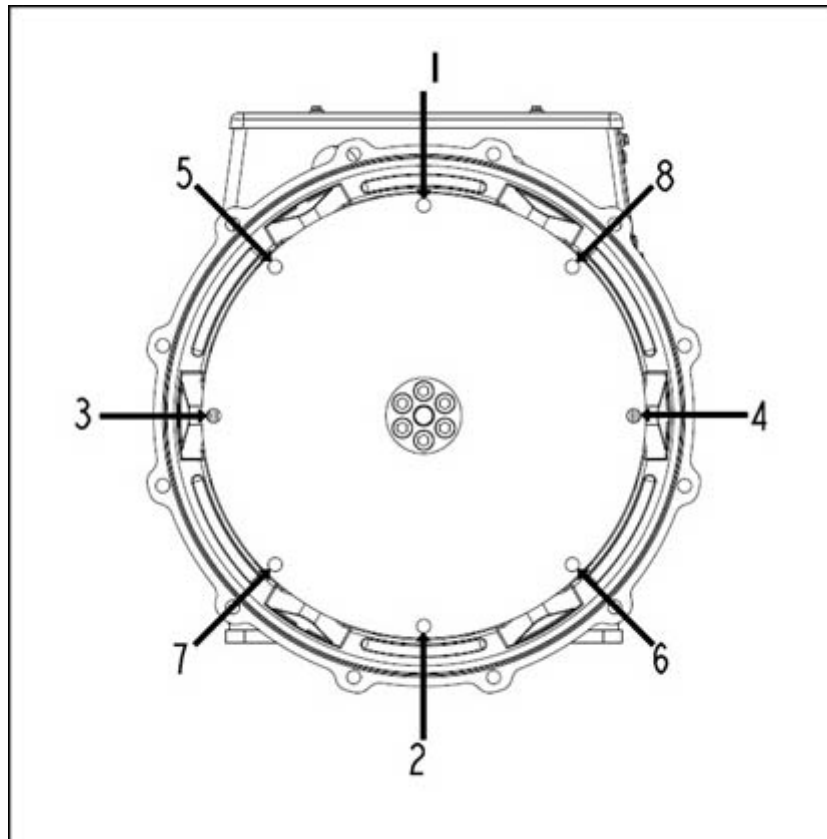

FIGURE 23. SÉQUENCE DE FIXATION À LA ROUE VOLANTE
10. Serrer les vis pour fixer le disque d'accouplement au volant dans l'ordre indiqué sous Figure 23 à la page 43.